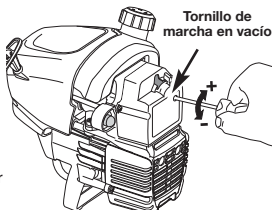

Fig. 40
La velocidad lenta del motor puede ser ajustada por la cubierta del silenciador / filtro de aire (Fig. 40).
2. Suelte el gatillo del regulador y deje que el motor funcione en marcha lenta. Si el motor se para, inserte un pequeño destornillador Phillips en el orificio de la cubierta del silenciador / filtro de aire (Fig. 40). Gire el tornillo de marcha lenta en sentido horario, de a 1/8 de vuelta por vez (según sea necesario) hasta que el motor funciona en mínima.